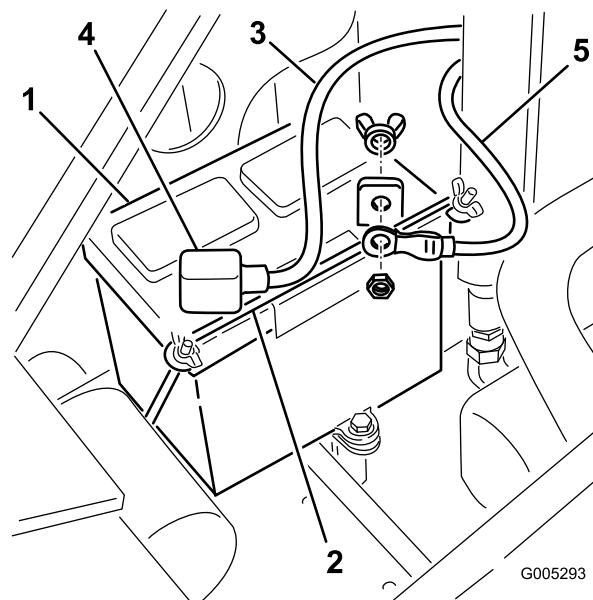

Figura 33
4. Retire las tuercas de orejeta y la barra que sujetan la batería (Figura 33).
5. Desconecte el cable negativo de tierra (negro) del borne de la batería (Figura 33). Guarde las fijaciones.
- Desconecte el cable positivo (rojo) del borne de la batería (Figura 33). Guarde las fijaciones.